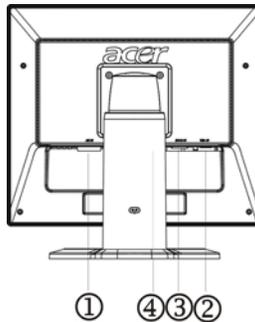

Figura 2 Conexión de los cables
2. para girar la pantalla, ajusta la posición de la pantalla a la altura máxima, tal y como se muestra en la figura 2.